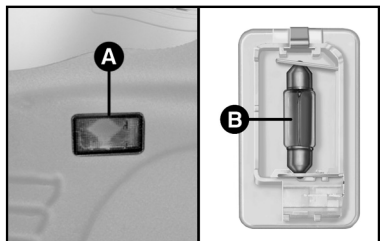

fig. 46
- 1) Retirar o grupo porta-lâmpadas e a lente **A-fig. 46** empurrando com uma chave de fenda a lingüeta de retenção.